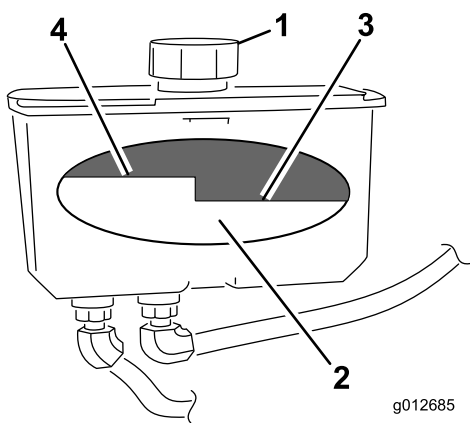

Figura 74
4. Pulite attorno al collo del bocchettone e del tappo del serbatoio idraulico (Figura 74).
5. Togliete il tappo dal bocchettone di riempimento. Guardate all'interno per controllare il livello del fluido nel serbatoio. (Figura 74).
**Nota:** Quando è caldo, il fluido deve raggiungere la parte superiore del segno Hot sul diaframma (Figura 74).